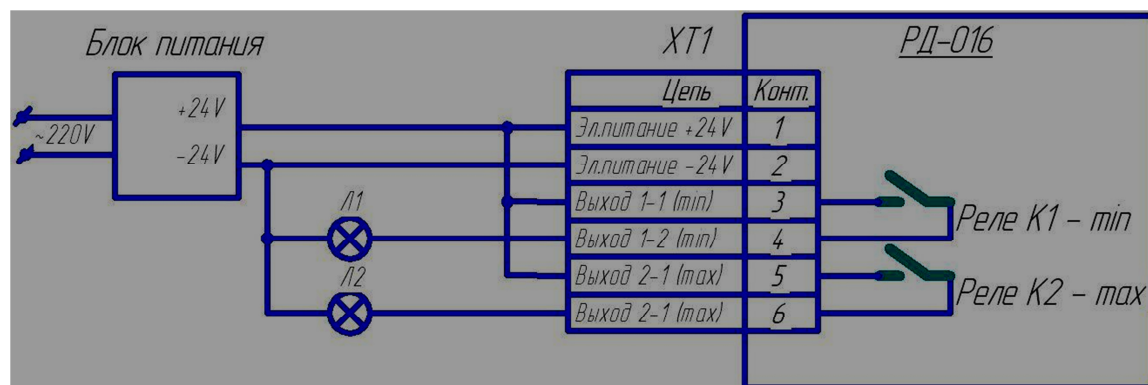

Рис. 4. Схема проверки работоспособности РД-016.
7.3. Кабели подключения реле к внешним цепям должны быть выполнены из многожильных медных проводов с сечением 0,5 мм². Вариант подключения питания показан на рис.4. При питании реле от источника постоянного тока 24 В к контакту 1 колодки ХТ 1 необходимо подвести плюс 24 В, а к контакту 2 колодки ХТ 1 – минус 24 В (общий провод).
- 9.3.1. Скоммутировать схему согласно рис.4, снять крышку; отвинтив 4 винта и подключить контакты колодки ХТ1 реле согласно схеме проверки.
- 9.3.4. Подать в рабочую полость воздух давлением, значение которого равно значению уставки «min», проконтролировать срабатывание светодиода «MIN» и включение лампы Л1 см.рис.4.
- 9.3.5. Подать в рабочую полость воздух давлением, значение которого равно значению уставки «max», настроить реле на требуемую точку срабатывания, контролируя включение индикатора «MAX» и включение лампы Л2 см. рис.4.